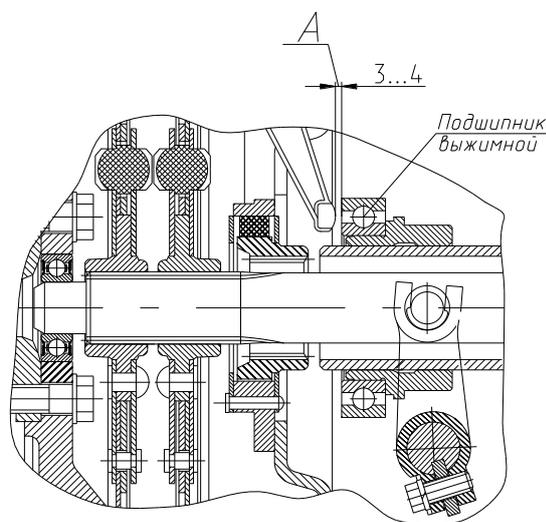

Рисунок 4 Муфта сцепления (выжимной подшипник)
Техническое обслуживание сцепления заключается в периодической смазке и регулировке свободного хода выжимного подшипника (рисунок 4). Положение отжимных рыча-
- щупом проверить зазор А (**рисунок 4**), зазор должен быть 3...4 мм.